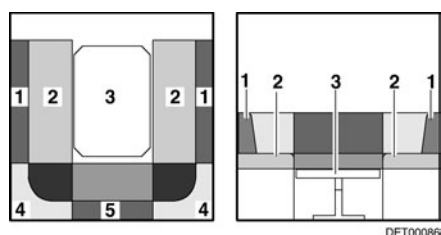

Fig. 79 Durante la transformación
- Tirar de los cojines del asiento (Fig. 79,2) hacia el centro.
- Colocar los cojines del respaldo (Fig. 79,1) entre los cojines del asiento y la pared exterior.
- Quitar los cojines del respaldo (Fig. 79,4 y 5) y ponerlos a un lado.